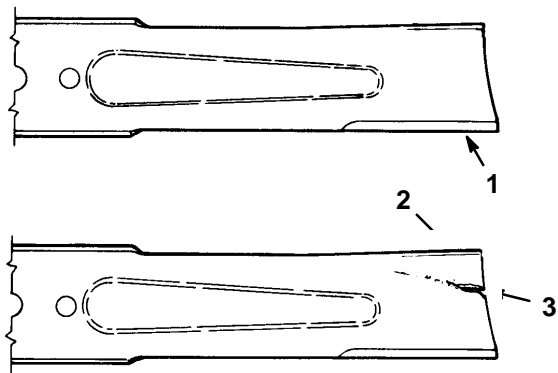

Figure 34
2. Inspecter les arêtes de coupe (Fig 34). Si elles ne sont pas tranchantes ou si elles présentent des traces de coups, déposer les lames et les aiguiser, voir Aiguisage des lames, page 38.
3. Inspecter les lames, surtout à l'endroit de l'incurvation (Fig. 34). Si une lame semble endommagée ou usée ou s'il s'y forme une entaille (Fig. 34), la remplacer immédiatement.